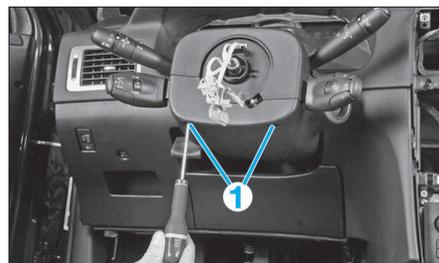

FIG. 4
- Déposer les deux vis de fixation (1) de l'enjoliveur combiné/coquille de direction (Fig.4).